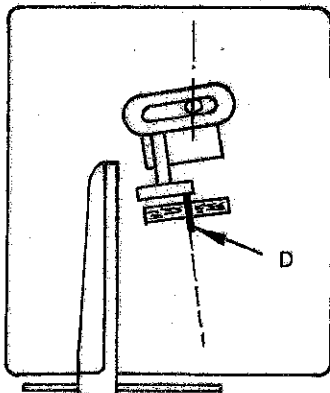

Fig. 4
- d) Vid klyvning är det mycket viktigt att klingledaren är inställd i exakt vinkel mot klingan, så att sidostyrningarna ej styr 0-parallellt med klyvanhållet. Fig. 4 visar hur en felaktig inställning av klingledaren styr klingan (D) i fel riktning, vilket resulterar i att sågsömnen drar åt i detta fall höger sida. Absolut parallellitet mellan klingan och klyvanhållet är nödvändig vid klyvsågning.